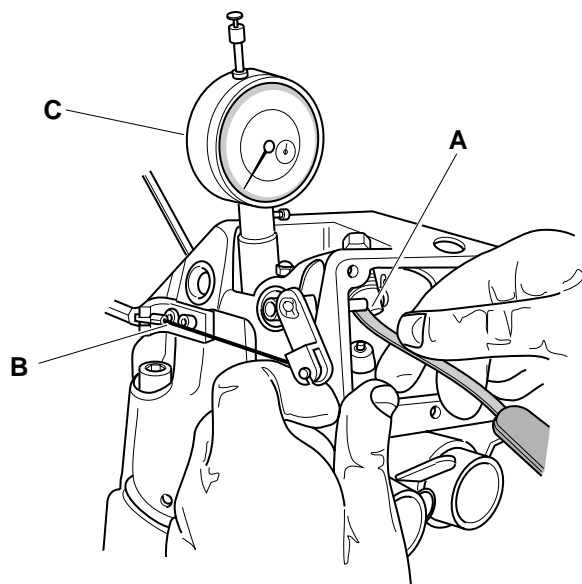

Fig. 47
1. Posizionare il pistone al P.M.S. (punto morto superiore) mediante comparatore "C" (Fig.47):
3. In caso necessitasse procedere alla regolazione con il registro a filo "B" (Fig.47).
1. To place the piston on the P. M. S. by means of comparator "C" (Fig. 47):
3. If necessary proceeding to adjustment with the record at thread "B" (Fig. 47).
1. Den Kolben auf den oberen Totpunkt durch Komparator "C" einstellen (Abb.47):
3. Wenn nötig die Einstellung durch Drahtstellelement "B" vornehmen (Abb.47).
1. Positionner le piston sur le point mort haut par comparateur "C" (fig. 47).
3. Si besoin est, régler avec l'élément de réglage à fil "B" (fig.47).